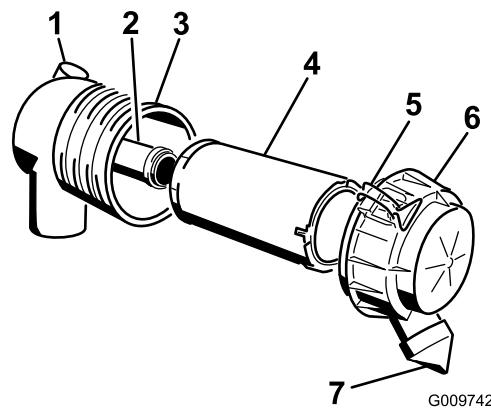

Figura 30
**Importante:** Revise el filtro del limpiador de aire únicamente cuando el indicador de mantenimiento se ve rojo (Figura 30). El cambiar el filtro antes de que sea necesario sólo aumenta la posibilidad de que entre suciedad en el motor al retirar el filtro.
4. Abra los cierres del limpiador de aire y tire de la tapa del limpiador de aire para separarla de la carcasa del limpiador de aire (Figura 30).
1. Extraiga con cuidado el filtro primario del cuerpo del limpiador de aire (Figura 30). Evite golpear el filtro contra el lado de la carcasa.
- Si va a cambiar el filtro de seguridad, deslice cuidadosamente el filtro nuevo en el cuerpo del filtro (Figura 30).
- Deslice cuidadosamente el filtro primario por encima del filtro de seguridad (Figura 30). Asegúrese de que está bien asentado empujando sobre el borde exterior del filtro mientras lo instala.
- Instale la tapa del limpiador de aire con el lado que lleva la palabra UP hacia arriba, y fije los cierres (Figura 30).